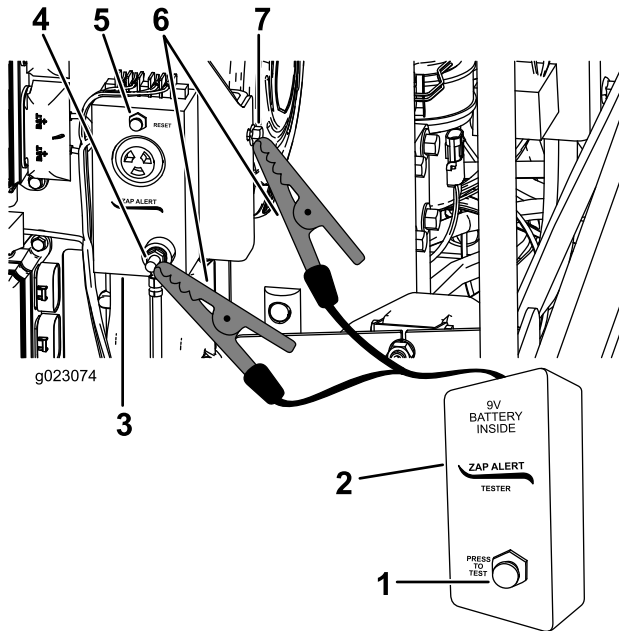

Bild 30
3. Verbinden Sie eine Krokodilklemme vom Testgerät für das Stromschlagwarnsystem mit dem Erdungsbolzen des Stromschlagwarnsystems (Bild 30).
5. Drücken Sie die TEST-Taste am Testgerät für das Stromschlagwarnsystem (Bild 30).
6. Drücken Sie die RESET-Taste, um den Alarm abzuschalten (Bild 30).